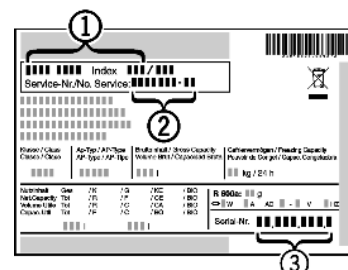

Fig. 12
- Označení přístroje Fig. 12 (1), servisní číslo Fig. 12 (2) a sériové číslo Fig. 12 (3) naleznete na typovém štítku. Identifikační typový štítek je umístěn na levé vnitřní stěně přístroje.
- Informujte zákaznický servis a sdělte poruchu, označení přístroje *Fig. 12 (1)*, servisní číslo *Fig. 12 (2)* a sériové číslo *Fig. 12 (3)*.